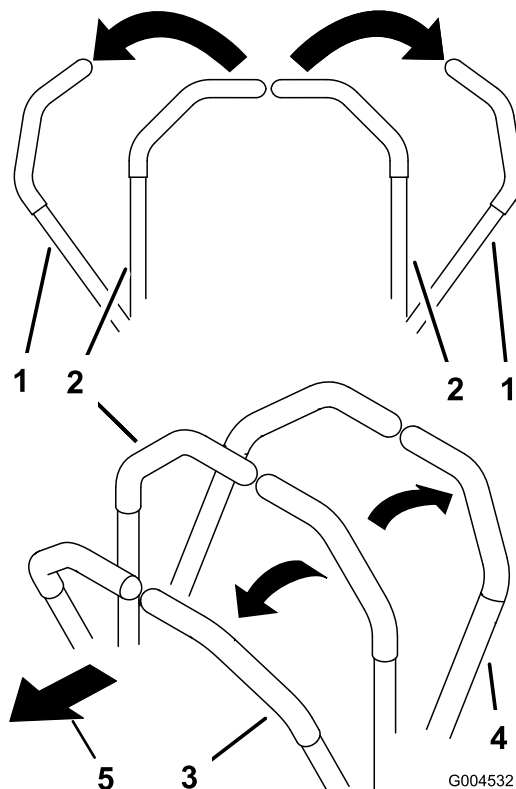

Figura 23
- Per fare marcia avanti spingete lentamente in avanti le leve di controllo del movimento (Figura 23).
- Per fare marcia indietro tirate lentamente indietro le leve di controllo del movimento (Figura 23).
- per svoltare, rallentate tirando indietro entrambe le leve, poi spingete in avanti la leva sul lato opposto a quello da cui volete svoltare (Figura 23).